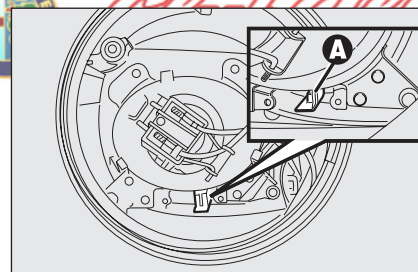

fig. 102
- ☐ spostare lateralmente la leva **A-fig. 102**;